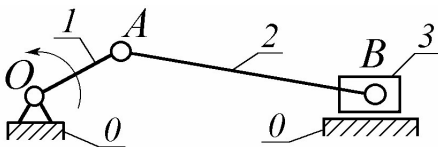

Рис. 1.3. Кривошипно-повзунний механізм
**Задача 2.** Підрахувати число ступенів свободи кривошипно-повзунного механізму за схемою (рис. 1.3).